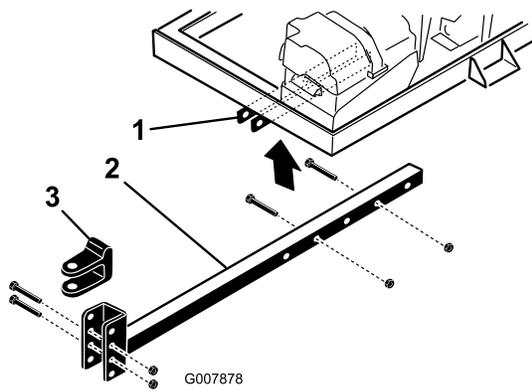

図 8
2. フレーム・ブラケットにヒッチ・チューブに差し込む（図 8）。ボルト（3/8 x 3 in）2本とフランジ・ナット（3/8 インチ）を使用してヒッチ・チューブをフレームに固定する。
- ・ ヒッチ・クレビス（図 8）をヒッチ・チューブに固定しているボルトとロックナットを外す。
- ・ ヒッチ・チューブをフレーム・ブラケットに固定しているボルトとナットを外す（図 8）。